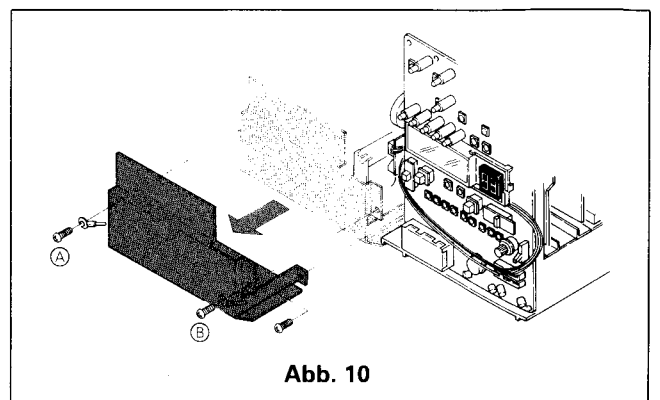

Abb. 10
1. Entfernen Sie die Schrauben ① und ②, die Erdungsschraube ③ und nehmen Sie die Abschirmplatte vorsichtig ab (Abb. 10).